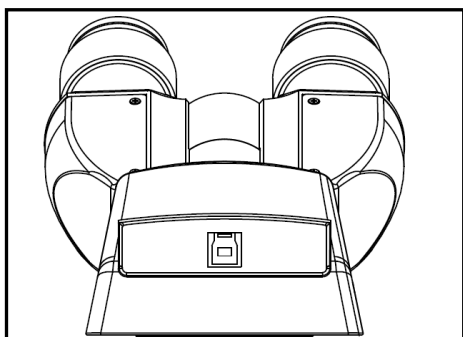

图 27
5.1 数码观察头（图 27、28）
有两种数码观察头可供选择：有线数码观察头（图 27）和无线数码观察头（图 28）。